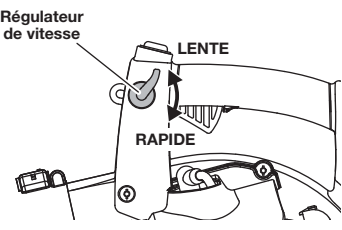

Fig. 18
- Dès que le moteur a démarré et qu'il est chaud, actionnez la gâchette pour accélérer l'appareil (Fig. 18).
- Pour diminuer la vitesse du moteur, déplacez le régulateur de vitesse vers la position LENTE : la gâchette revient alors en position de ralenti (Fig. 18).